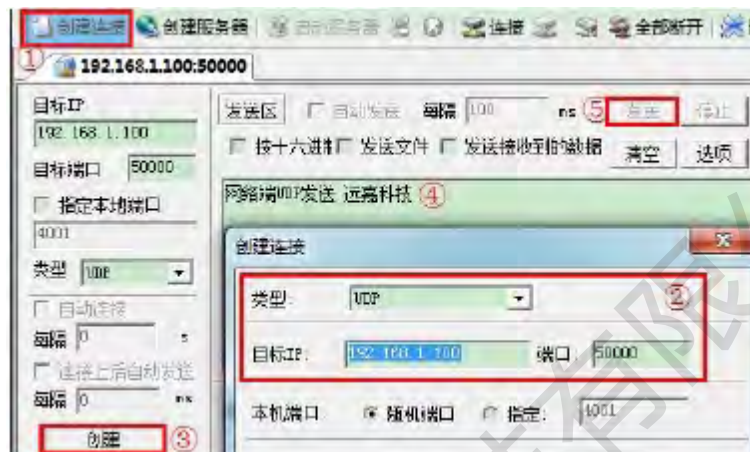

图 3-1 TCP & UDP 测试工具设置示意图
a、点击图 3-1 中①所示区域“创建连接”，弹出创建连接对话框。
b、在图 3-1 中②所示区域填写参数。选择类型“UDP”、填写目标 IP“192.168.1.100”、端口“50000”。此处参数为模块的出厂默认设置，可暂不理睬。点击“创建”按钮。
c、点击图 3-1 中③所示的“创建”按钮，创建此连接。
e、点击图 3-1 中⑤所示的“发送”按钮，数据将通过网络段发送给模块串口端。